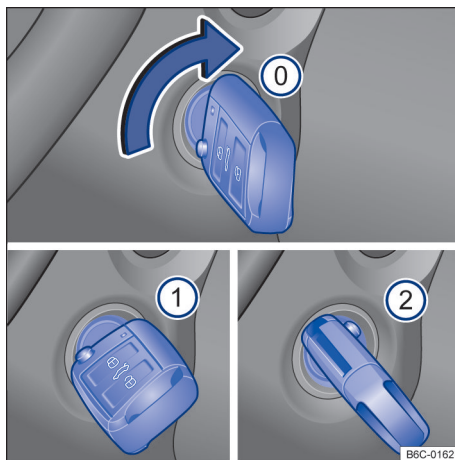

Fig. 88 Al lado del volante de la dirección, a la derecha: posiciones de la llave del vehículo en la cerradura de encendido.
Posiciones de la llave del vehículo → fig. 88
- ① Encendido desconectado. La llave del vehículo puede ser retirada.
- ① Encendido conectado.
- ② Pise el pedal del freno (*vehículos con transmisión automática*), o el pedal del embrague (*vehículos con transmisión manual*) y encienda el motor. Cuando el motor arranque, suelte la llave del encendido. Al soltar, la llave del vehículo vuelve a la posición → fig. 88 ①.
- Girar la llave del vehículo a la posición → fig. 88 ①. El encendido está conectado.
- Girar la llave del vehículo en el cilindro del encendido hacia la posición → fig. 88 ② – no acelere. Cuando el motor comience a funcionar, soltar la llave del vehículo en la cerradura de encendido.
- *Vehículos con cerradura de encendido*: girar la llave del vehículo en la cerradura de encendido a la posición → fig. 88 .